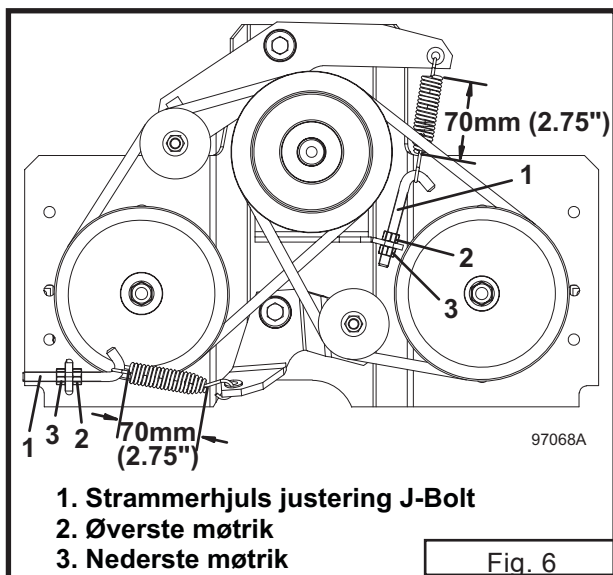

Fig. 6
6. Remspændingen justeres ved at løsne den øverste kontramøtrik (punkt 2) (se fig 6) på "J"-bolten. Juster den nederste kontramøtrik (punkt 3) (se fig 6), indtil fjederrollerne har en længde på 7 cm. Spænd den øverste kontramøtrik mod beslaget.